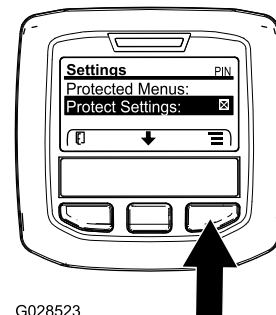

Figura 38
1. Acceda al menú protegido y desbloquee el submenú de configuración protegido (Figura 38); consulte Acceso a los menús protegidos \(página 21\).